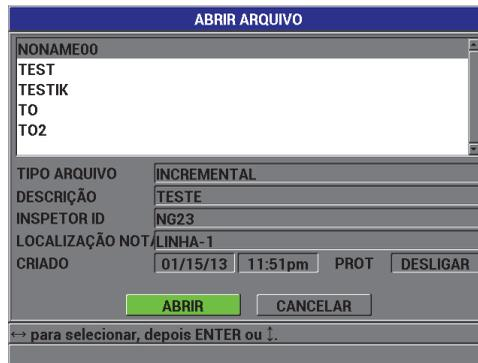

Figura 7-9 Como abrir um arquivo
2. Na tela **ABRIR ARQUIVO** (ver a Figura 7-9 na página 134), selecione o arquivo na lista que deseja abrir e, em seguida, pressione **[ENTER]**.